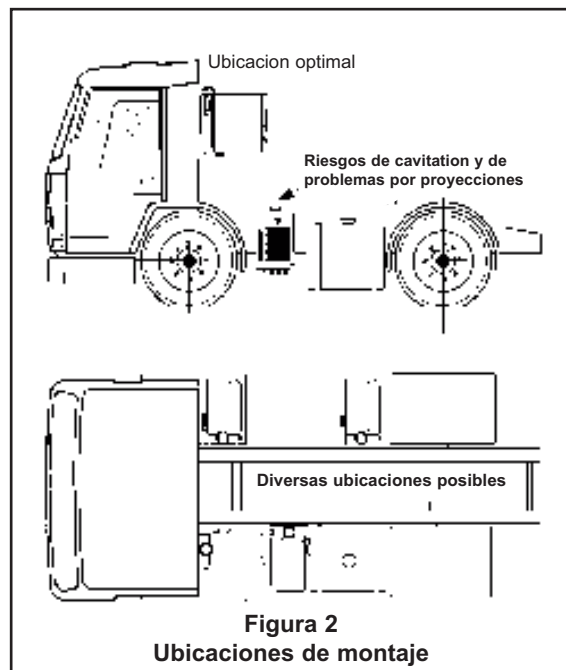

Figura 2
3. No montar el HYDRIVE cerca de las ruedas para evitar proyecciones de la carretera, y proteger así el radiador de los impactos de residuos, piedras, etc. (ver Figura 2).